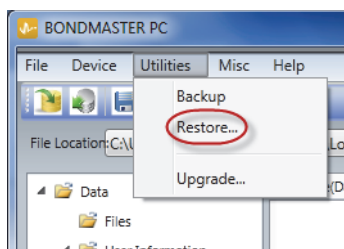

Рис. 6-28 Команда Restore (Восстановление данных)
2. В меню **Utilities** программного обеспечения BondMaster PC выберите **Restore** [Восстановление данных] (см. Рис. 6-28 на стр. 161).